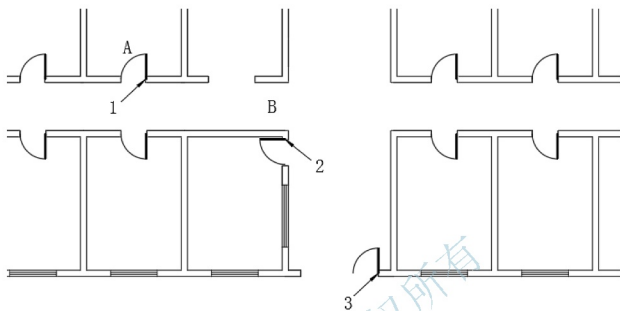

图 2.96 复制门扇
- (1) 用**【复制】**命令将 1000mm 宽的 A 门复制到图 2.96 所示出入口大门洞口处。
- (2) 由于出入口处每扇门的宽度为 750mm,所以需要把刚才复制生成的门扇缩小成 750mm 宽。
- ① 单击**【修改】**工具栏上的**【缩放】**图标  (快捷键 SC),启动**【缩放】**命令。
- ② 在**选择对象**:提示下,选择出入口处的门,此时该门变虚,按 Enter 键进入下一步命令。
- ③ 在**指定基点**:提示下,选择图 2.96 中的 3 点作为缩放基点。
- ④ 在**指定比例因子或 [复制(C)/参照(R)]**:提示下,输入“0.75”(比例=新尺寸/旧尺寸=750mm/1000mm=0.75)后按 Enter 键。
- ⑤ 按 Enter 键结束命令,该门大小由 1000mm 变为 750mm。